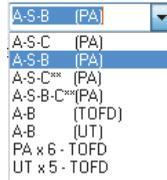

Figura 4-36 Lista de layouts disponíveis
2. Na lista de layouts disponíveis, escolha o mais adequado (Figura 4-36 na página 137).